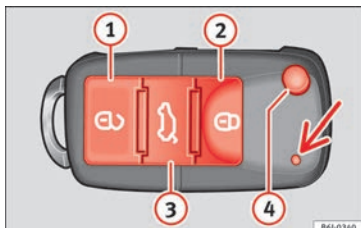

Fig. 84 Affectation des touches de la clé à radiocommande
La touche ④ » fig. 84 de la radiocommande permet de débloquent le panneton de la clé.
Déverrouillage du véhicule ⑦ » fig. 84 ①.
Verrouillage du véhicule ⑧ » fig. 84 ②.
Déverrouillage du hayon arrière. Appuyez sur la touche ③ » fig. 84 ③ jusqu'à ce que tous les clignotants du véhicule s'allument brièvement. Après avoir appuyé sur le bouton de déverrouillage ③ ③, vous disposez de 2 minutes pour ouvrir le hayon. Une fois ce temps écoulé, il se verrouillera de nouveau.
D'autre part, le témoin de la pile de la clé » fig. 84 (flèche) clignotera.
- Appuyez sur la touche   » fig. 84 de la radiocommande.
Pour modifier l'état de verrouillage/déverrouillage, actionnez le bouton  ou la touche **1** » **fig. 84** de la clé de la radiocommande.